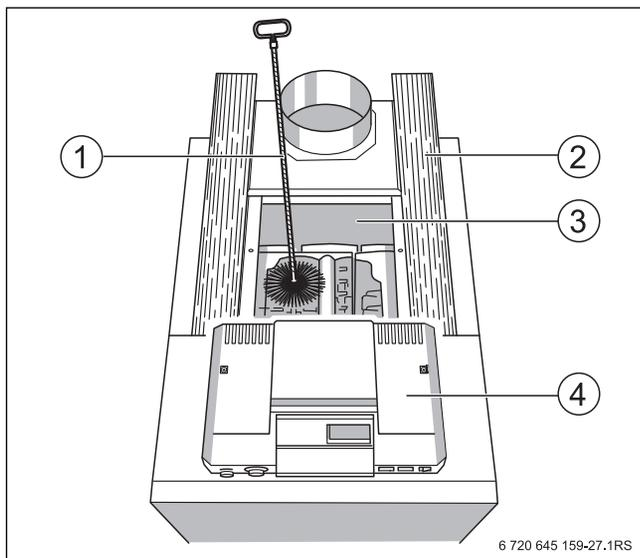

Рис. 51 Чистка газоотводящих каналов
- ▶ Откиньте теплоизоляцию в сторону (→ рис. 51 [2], стр. 39).
- ▶ Снимите крышку люка для чистки с коллектора дымовых газов (→ рис. 51 [3], стр. 39).